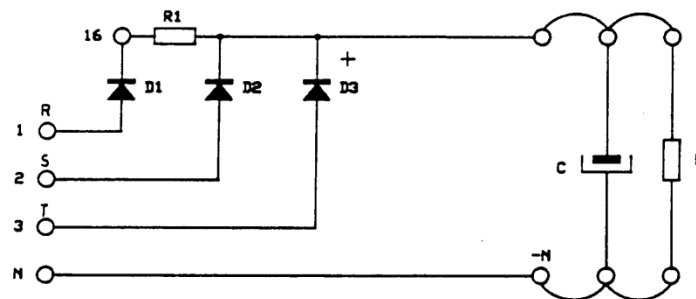

Figura 2: Conexión del rectificador trifásico de media onda con carga resistivo-capacitiva.
- Mantenga las conexiones de las fases **(R), (S), (T)** y el neutro como en la sección anterior.
- Conecte el condensador en paralelo con la resistencia como en la Figura 2.